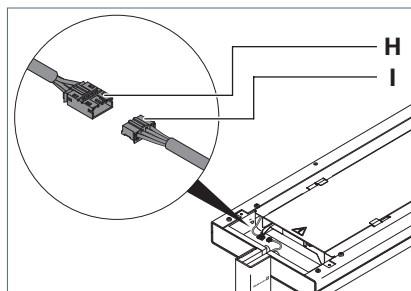

Fig. 4: Raccorder la tête du luminaire, partie 1.
- Connectez la fiche **I** au connecteur femelle **H** de la tête du luminaire, voir Fig. 4.